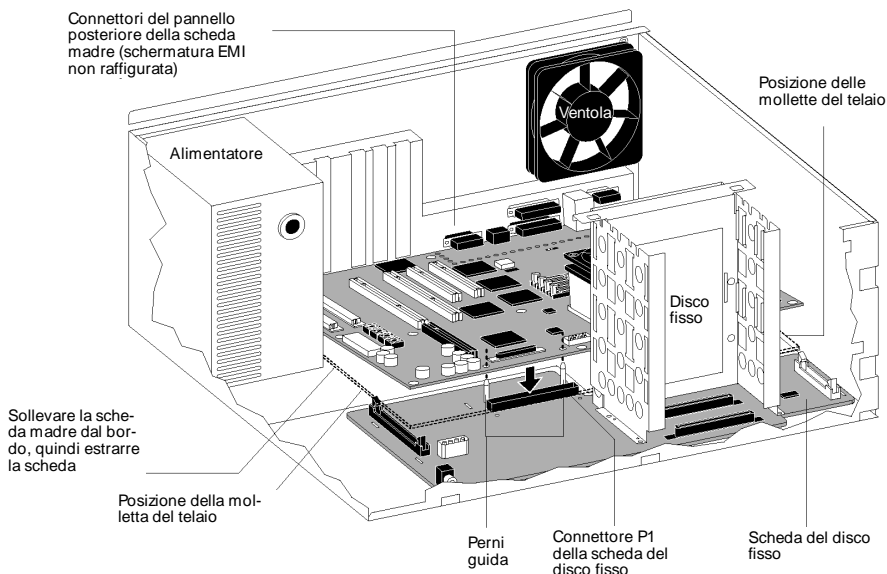

Figura 4-17 Rimozione della scheda madre
4. **Tirare verso l'esterno una delle mollette del telaio sul bordo della scheda madre e sollevare la scheda per sganciarla (vedere Figura 4-17).**
5. **Tirare verso l'esterno l'altra molletta del telaio, quindi sollevare la scheda (vedere Figura 4-17).**
7. **Estrarre lentamente la scheda madre dal telaio del ColorPASS/PS-ZX (vedere Figura 4-17).**
3. **Inclinare la scheda madre in modo che i connettori della scheda madre si inseriscano nelle aperture sul retro del telaio e che il bordo della scheda madre si inserisca sotto le tre mollette del telaio. Vedere Figura 4-17 a pag. 4-24.**
4. **Allineare i fori di guida della scheda madre ai perni di guida posti sui due lati del connettore P1 della scheda del disco fisso (vedere Figura 4-17 a pag. 4-24).**